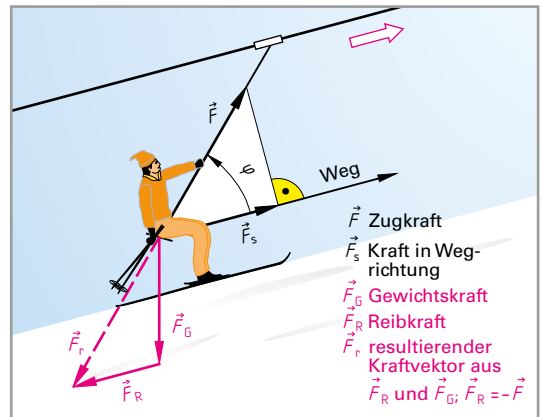

Bild 1: Kräfte bei einem Schlepplift
Darstellung von Kräften. Die Kraft ist ein Vektor, der durch die Pfeilstrecke \vec{F} (sprich: Vektor F) dargestellt wird (**Bild 1**). Die Länge der Pfeilstrecke gibt $|\vec{F}| = F$ (sprich: Betrag des Vektors F) an, die Pfeilrichtung die Wirkungsrichtung. Bei der Addition hängt man die Kraftvektoren unter Berücksichtigung ihrer Richtung aneinander (siehe **MEL GS/AT**).
Eine Arbeit wird aufgewendet, wenn infolge einer Kraft ein Wegstück zurückgelegt wird, z. B. von einem Hubstapler gegen die Gewichtskraft der Last. Der Größenwert der mechanischen Arbeit ist also das Produkt aus Kraft und Weg. Die Einheit der Arbeit ist das Newtonmeter (Nm) mit dem besonderen Einheitennamen Joule¹ (J). Liegen Kraft und Weg nicht auf derselben Geraden, so wird zur Berechnung der Arbeit nur die Teilkraft in Wegrichtung berücksichtigt (Bild 1).